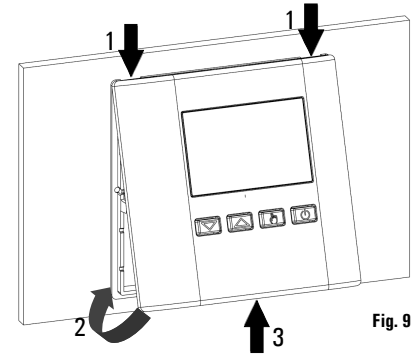

Fig. 9
- Girar la tapa y empujar hacia el interno, con el dedo, la lengüeta plástica ubicada en la parte izquierda de la base (indicada por la flecha en Fig. 9) y ejercitar una presión que haga encajar la lengüeta plástica de fijación en el interno del foro pertinente.